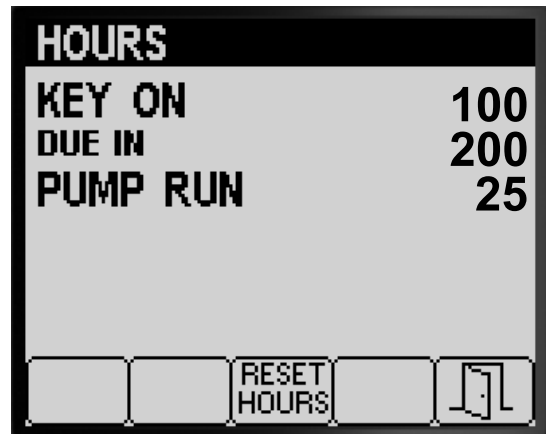

Bild 81
3. Ermitteln Sie mit den auf dem Bildschirm angezeigten Zählerinformationen (Bild 81) Folgendes:
4. Drücken Sie die Taste 3, um die Stunden für alle Zählerinformationen zurückzusetzen (Bild 81).
5. Drücken Sie Taste 5, um den Bildschirm HOURS zu beenden und auf den SERVICE-Bildschirm zu gehen (Bild 81).